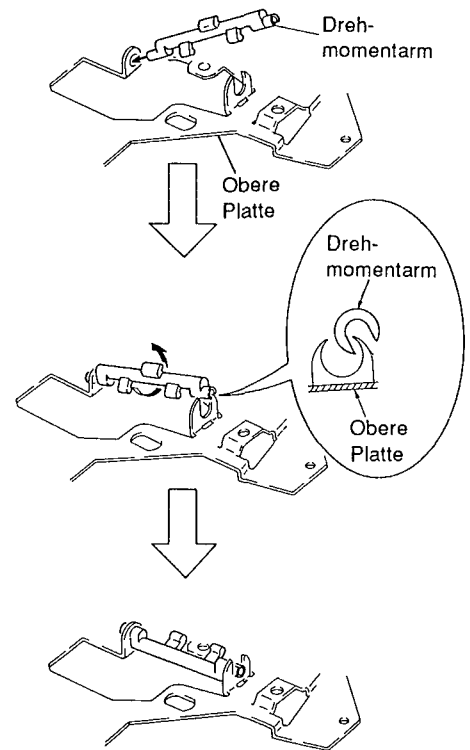

Abb. 4-10
- 2) Den Drehmomentarm an der oberen Platte anbringen, wie es in Abb. 4-10 dargestellt ist.